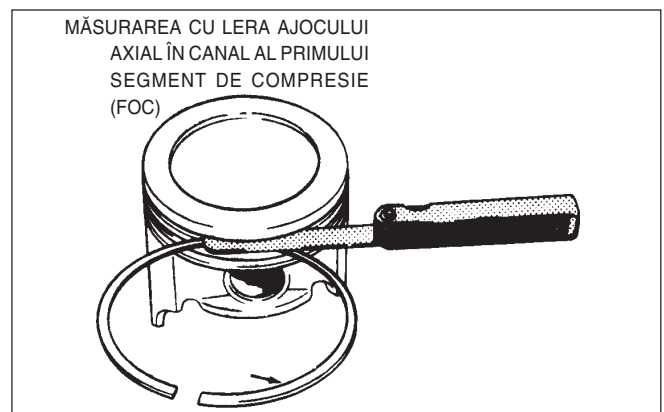

Fig. 45 Măsurare joc axial segment în canal
- Se rotește segmentii pe exteriorul pistonului în canalul în care trebuie instalați și se măsoară jocul. (fig.45) Dacă segmentul e prea gros se alege altul, dacă totuși nu se poate găsi unul corespunzător se șlefuieste lateral pe șmirghel fin plasat pe o suprafață dreaptă.